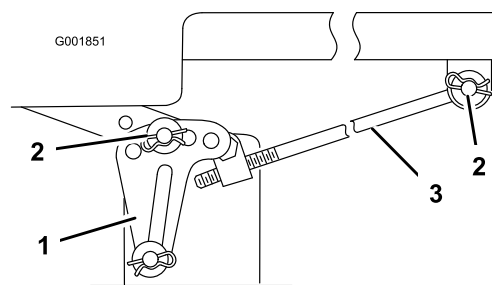

Figure 58
Remarque: Avant de déposer le plateau de coupe, notez les trous de fixation des pattes de mise à niveau (Figure 58).
- Retirez la goupille fendue et la rondelle de la tige de réglage (Figure 58) de chaque côté du plateau de coupe.
- Retirez la goupille fendue et la rondelle des pattes de mise à niveau (Figure 58) de chaque côté du plateau de coupe. Notez le trou de montage de la patte de mise à niveau en prévision de la repose. Dégagez les pattes de l'axe de montage
6. Fixez la tige de réglage à la machine à l'aide de la rondelle et de la goupille fendue (Figure 58) de chaque côté du plateau de coupe.
7. Glissez les pattes de mise à niveau sur les axes de montage et fixez-les à l'aide des rondelles et des goupilles fendues (Figure 58).